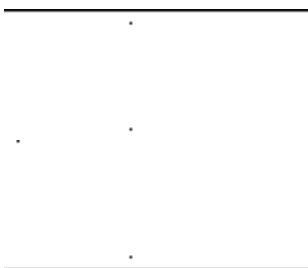

图 3-34 打开素材
1) 按〈Ctrl+O〉组合键, 打开配套光盘提供的“第3章/3.2.2 倒斜角.dwg”素材文件, 结果如图3-34所示。